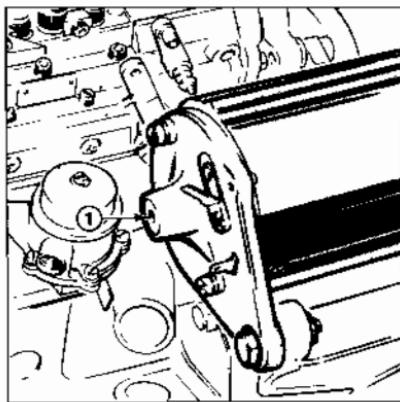

Fig. 16 Smøring
1. Før munningen av en oljekanne inn i smørehullet ved dynamoens bakerste lager (fig. 16) og sprøyt inn noen få dråper motorolje.